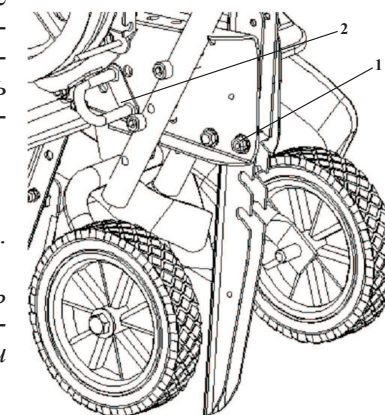

рис. 4
6.6 Установите сошник (рис. 1 поз. 13) на основании культиватора на необходимую глубину и зафиксируйте винтами (рис. 4, поз. 1)
6.7 На рис. 4, поз. 2 показано положение кронштейна с колесами при транспортировке культиватора, в режиме вспашки необходимо вынуть этот кронштейн, поднять колёса и вставить кронштейн в соответствующий паз.